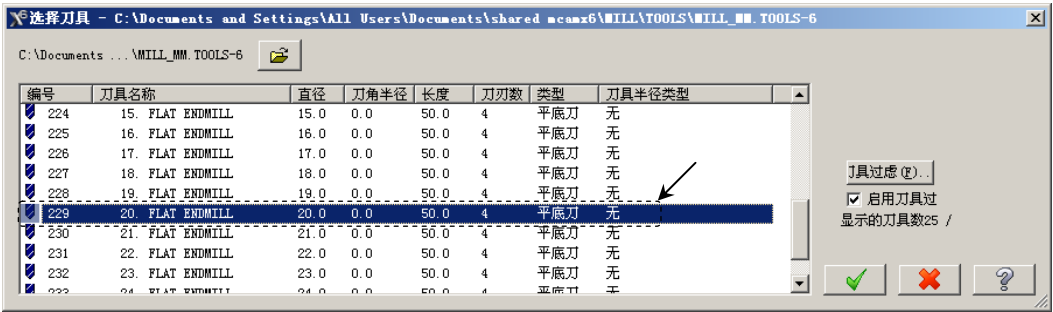

图 13.21 “选择刀具”对话框
Step4. 选择刀具。在“曲面精加工平行铣削”对话框中，单击 **选择刀具...** 按钮，系统弹出“选择刀具”对话框，在该对话框的列表框中选择图 13.21 所示的刀具。单击  按钮，关闭“选择刀具”对话框，系统返回至“曲面精加工平行铣削”对话框。